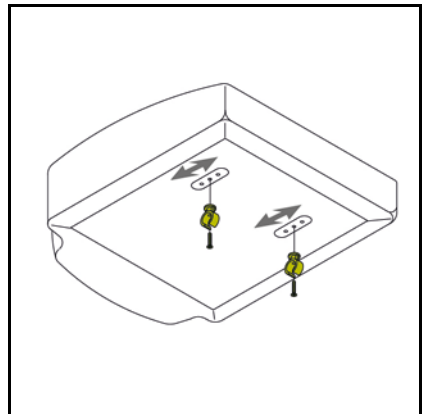

Abb. 4.2
#### Sitztiefe mittels Sitzkissen (Abb. 4.2)
5. Bringen Sie die Klemmen an der richtigen Stelle (Abb. 4.2) an.